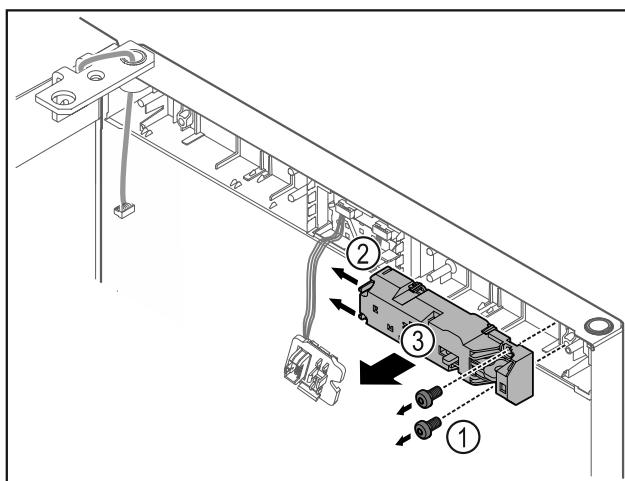

Fig. 23
- Retirer les vis *Fig. 23 (1)*.
- Pousser les ergots sur le côté *Fig. 23 (2)* et retirer la serrure électrique *Fig. 23 (3)*.